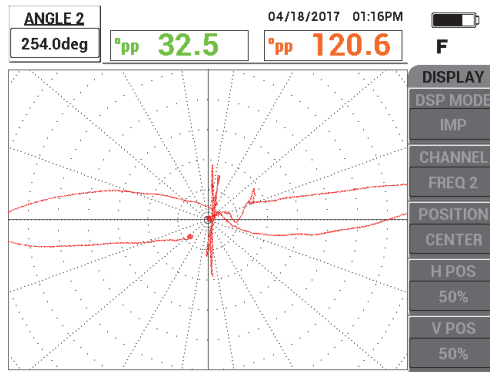

Abbildung 5-199 Winkelregulierung mit FREQ 2
5. Drücken Sie die Direktzugriffstaste ANGLE (◁) und stellen Sie das Signal ein, bis das Signal des Thru-Wall-Lochs vertikal auf dem Bildschirm erscheint (siehe Abbildung 5-199 auf Seite 287).